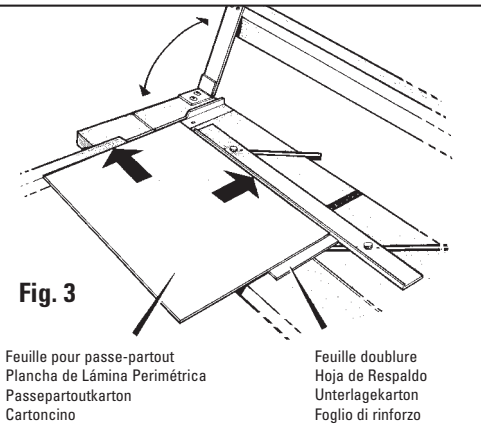

Fig. 3
4. Legen Sie das Passepartout mit der farbigen Seite nach unten unter die Führungsschiene, an die Passepartout-Führung und an den Auswinkelarm. **Abb. 3**
4. Ponga el lado de color de la lámina perimétrica debajo del Carril Guía, contra la Guía de la Lámina Perimétrica y abajo contra el Brazo de Escuadra. **Fig. 3**
4. Posizionare il lato colorato del passepartout sotto la rotaia di guida, contro la guida del passepartout e in basso contro il braccio di squadratura. **Fig. 3**